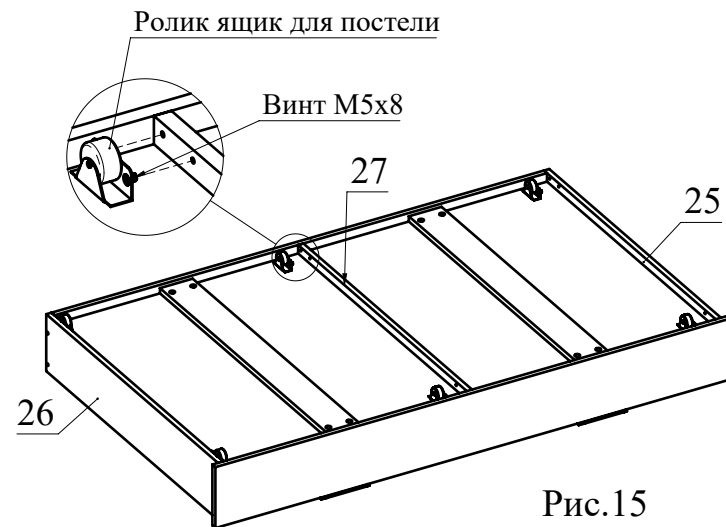

Рис.15
17. Установите ролики ящика для постели на деталях 25, 26, 27 с помощью винтов М5х8 (Рис. 15).